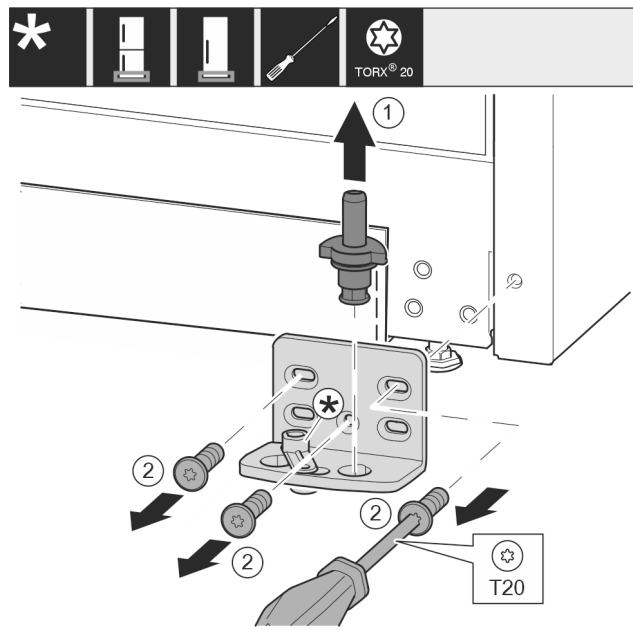

Fig. 10
- ▶ Træk hængselboltten helt opad og ud. Fig. 10 (1)
- ▶ Skru skruerne ud med skruetrækkeren T20, og tag hængselkonsollen af. Fig. 10 (2)